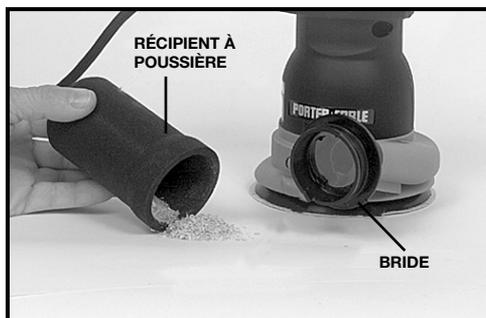

Fig. 5
3. Retirez périodiquement le récipient à poussière de la bride et videz la poussière accumulée, Fig. 5.